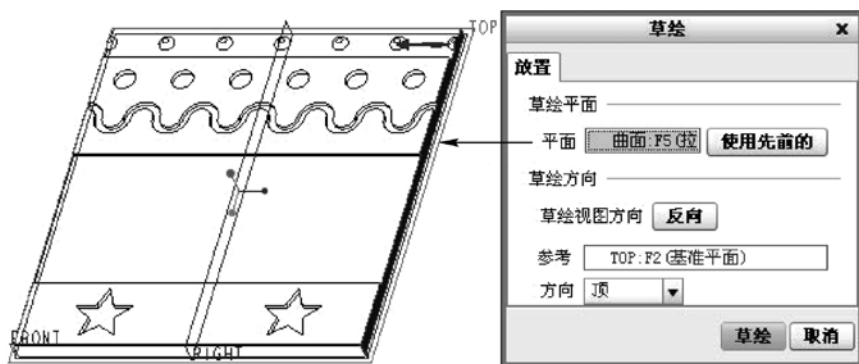

图 6-39 定义草绘平面及草绘方向
④ 在“环形折弯”选项卡的“参考”面板中单击位于“轮廓截面”收集器右侧的“定义”按钮，系统弹出“草绘”对话框。选择如图 6-39 所示的实体侧面作为草绘平面，从“草绘方向”选项组的“方向”下拉列表框中选择“顶”选项，接着在图形窗口中选择